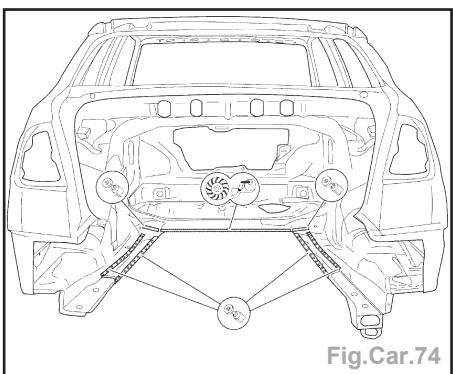

Fig.Car.74
- Meuler les points de soudure avec une meuleuse à disque (Fig.Car.74).